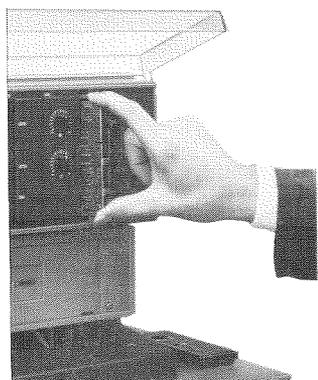

Abb. 4 Einschieben der Leiterplatte
5. Neue Leiterplatte „SPR/T“ einschieben (Abb. 4).